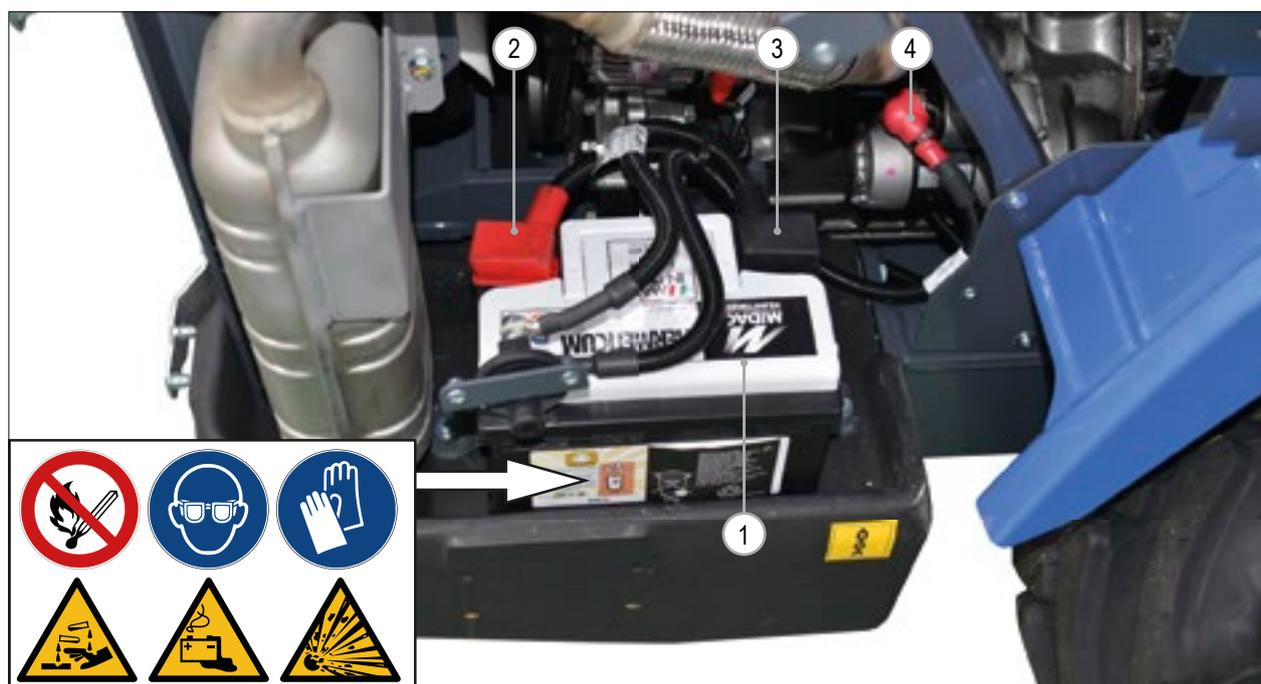

РИС. 44
• Аккумулятор (РИС. 44 – Сс. 1) не поврежден, утечки отсутствуют.